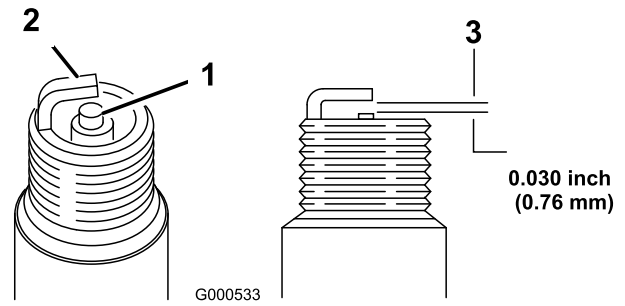

Bild 24
5. Stellen Sie den Elektrodenabstand auf 0,76 mm ein (Bild 24).